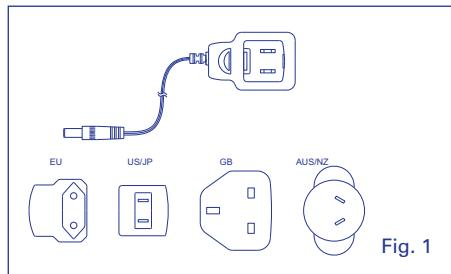
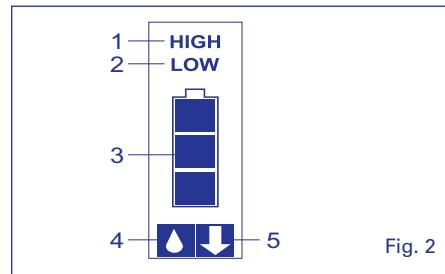

Fig. 1
Fig. 2
- Plug the charger after fitting the correct wall adapter (Fig 1) into a suitable power outlet. Battery charging is indicated with three light bars (Fig. 2).
Speed and mode selection (Fig. 2)
- Ladegerät nach Wahl des richtigen Netzteils (Abb. 1) in die Wandsteckdose stecken. Die Ladeanzeige der Batterien wird durch drei Leuchtbalken angegeben (Abb. 2).
Wahl Arbeitsgeschwindigkeit und Funktionsauswahl-Schiebeschalter (Abb. 2)
- Brancher le chargeur à une prise murale, après sélection de la prise souhaitée (Fig 1). La charge est visible grâce à trois indicateurs (Fig. 2).
Sélecteur de vitesse et mode (Fig. 2)